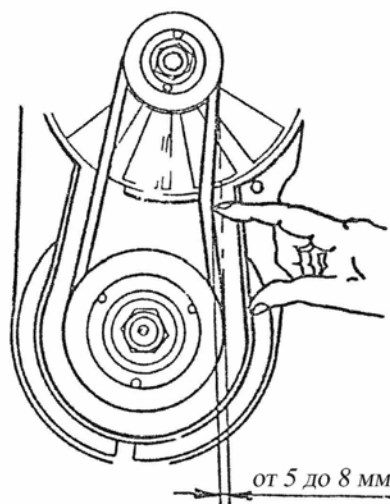

Рисунок 24 – Проверка натяжения ремня вентилятора
- проверить натяжение ремня, при усилии 2 кгс прогиб должен быть от 5 до 8 мм. (рисунок 24);